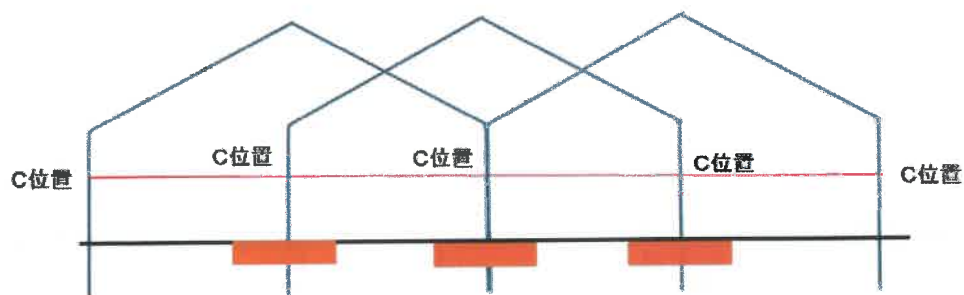

図27 アーチパイプの妻面の高さの調整
- 両端のメインアーチパイプのC位置に水系を張り、高さを微調整して揃えます（図27）。